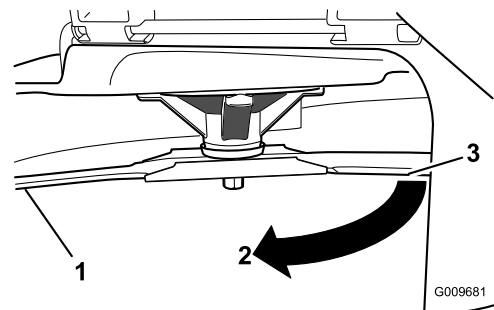

Bild 50
4. Drehen Sie dasselbe Messer um 180 Grad, sodass die andere Schnittkante jetzt in derselben Stellung ist (Bild 50).